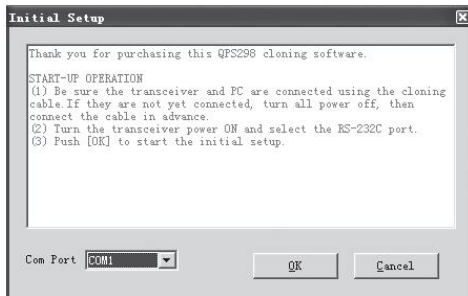

Рис. 6
5. Выберите правильный последовательный порт "COM Port" (рис. 6), затем ОК для запуска программы.